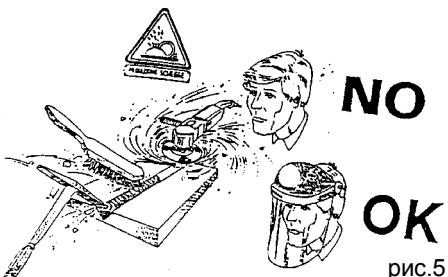

рис.5
- При проведении зачистных работ свариваемых поверхностей с помощью шлифовальных дисков, щеток и т.д. всегда используйте защитные очки с прозрачными стеклами во избежание попадания в глаза стружки, пыли или других посторонних частиц (Рис.5).